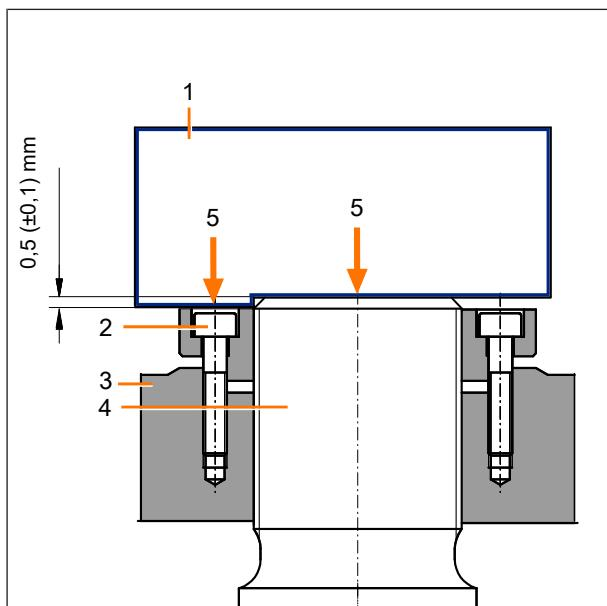

Abb. 1: Einstellhilfe, angelegt
- i** Zur Kontrolle der richtigen Einstellung wird eine Einstellhilfe mitgeliefert. Die Stellmutter muss so eingestellt werden, dass die Einstellhilfe spaltfrei auf dem Stangenende und auf der Stellmutter aufliegt, siehe Abb. 1: Einstellhilfe.